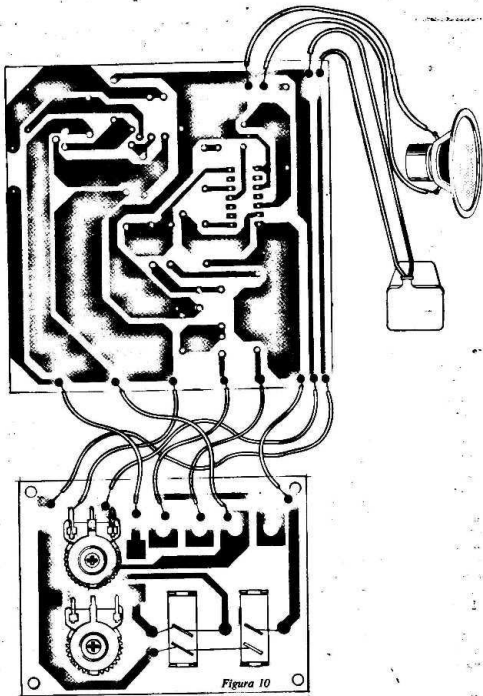

Figura 10
g) Na figura 10 são mostradas as interligações incluindo-se também a do conector da bateria de 9 volts, e do alto-falante.